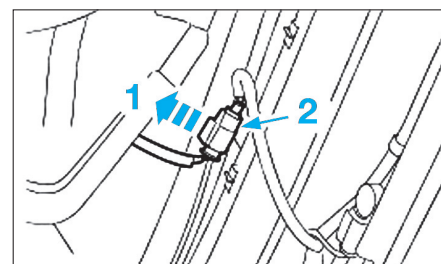

Fig. 92
- Détacher le connecteur du dispositif d'aide au stationnement arrière (Fig.92).